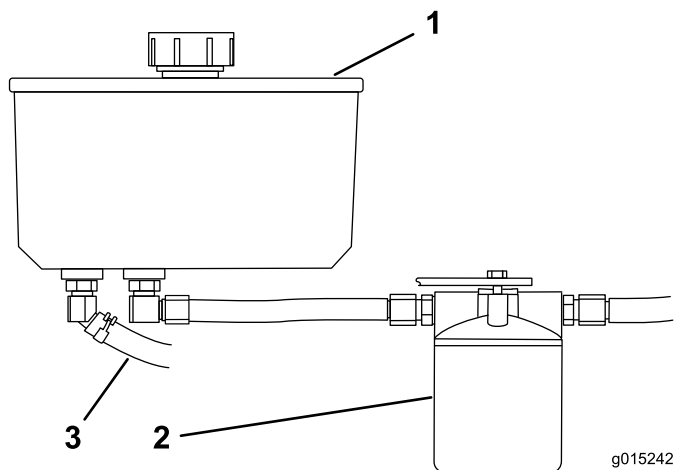

Figura 81
4. Localice el manguito hidráulico delantero, debajo del depósito de aceite, y coloque un recipiente debajo del depósito (Figura 81).